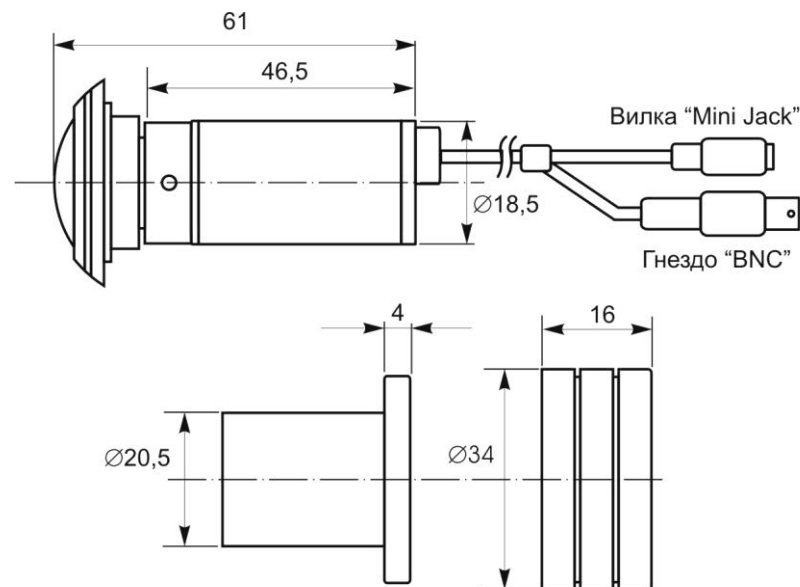

Рис.1. Установочные размеры и схема подключения ТВ камеры.
- 4.1. Установочные размеры и схема подключения камеры приведены на рис. 1.